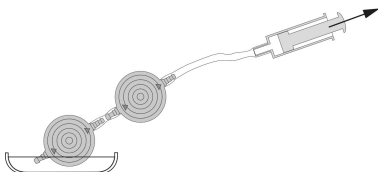

Fig. 20: Kontrol af gennemtrængelighed
M.blue plus bør udluftes inden implantationen og kontrolleres for gennemtrængelighed. En så skånsom påfyldning af ventilen kan ske ved aspiration ved hjælp af en steril engangs-sprøjte, der er anbragt på den distale kateterende. Ventilen tilsluttes distalt og holdes i en steril fysiologisk saltopløsning. Når der kan udtages saltopløsning, er ventilen permeabel (fig. 20).